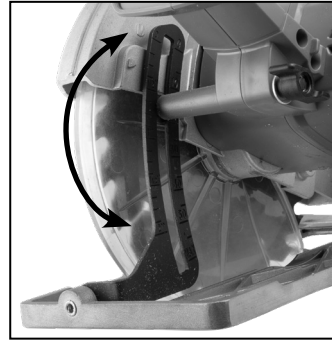

Fig. 7 – Profundidad de corte
- b. Levante/baje la placa base y ajuste la cuchilla a la profundidad requerida como se muestra en la escala de profundidad de corte (Fig. 7).